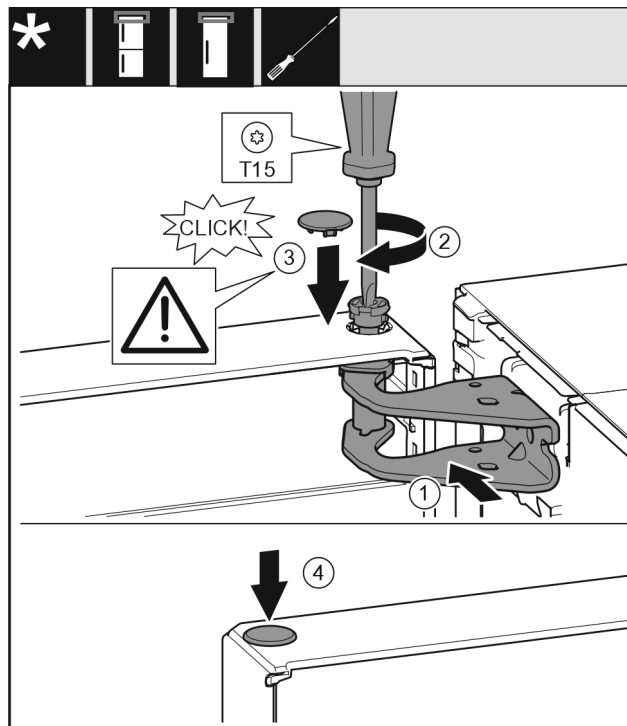

Fig. 22
- ▶ 将冰箱门的上方对准托架 Fig. 22 (1) 中的开口。
- ▶ 放入螺栓 Fig. 22 (2) 并用螺丝刀拧紧。
- ▶ 装入盖板 Fig. 22 (3)。
- ▶ 检查盖板 Fig. 22 (3) 是否紧贴在冰箱门上。
- ▶ 装入盖板 Fig. 22 (4)。